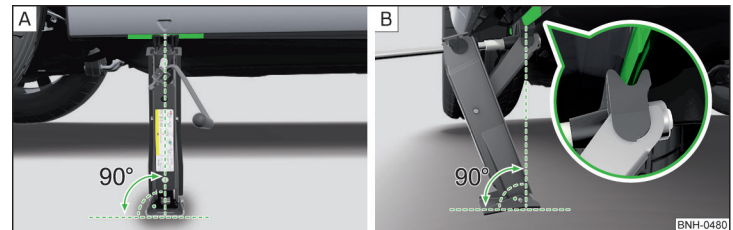

Abb. 135 Wagenheber ansetzen
- Die Grundplatte des Wagenhebers mit ihrer gesamten Fläche auf einem geraden Untergrund abstützen und sicherstellen, dass sich der Heber in senkrechter Position zum Aufnahmepunkt befindet » Abb. 135 - [A].
- Den Wagenheber unter dem Aufnahmepunkt mit der Kurbel so weit hoch drehen, bis seine Klaue den Steg umfasst » Abb. 135 - [B].